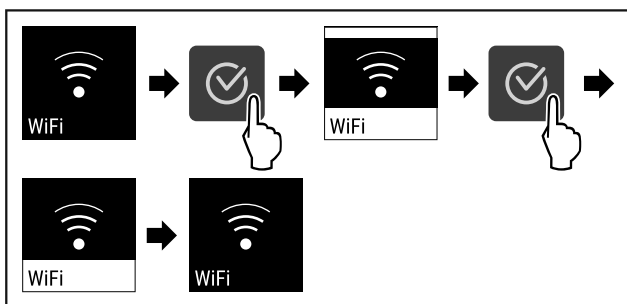

Fig. 87
- ▶ Stappen (zie Fig. 87) uitvoeren.